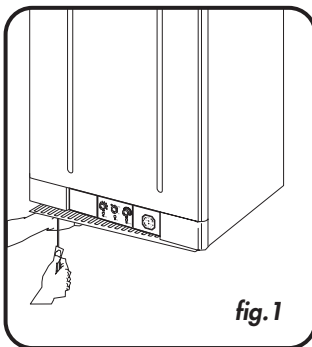

fig.1
- Quiten los dos tornillos de la rejilla de protección (fig.1)